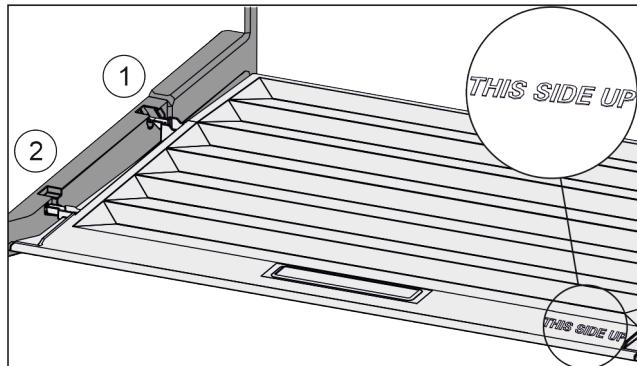

Fig. 98
- Prečke poklopca uvedite preko otvora stražnjeg držača Fig. 98 (1) i uglavite ih u držač Fig. 98 (2).